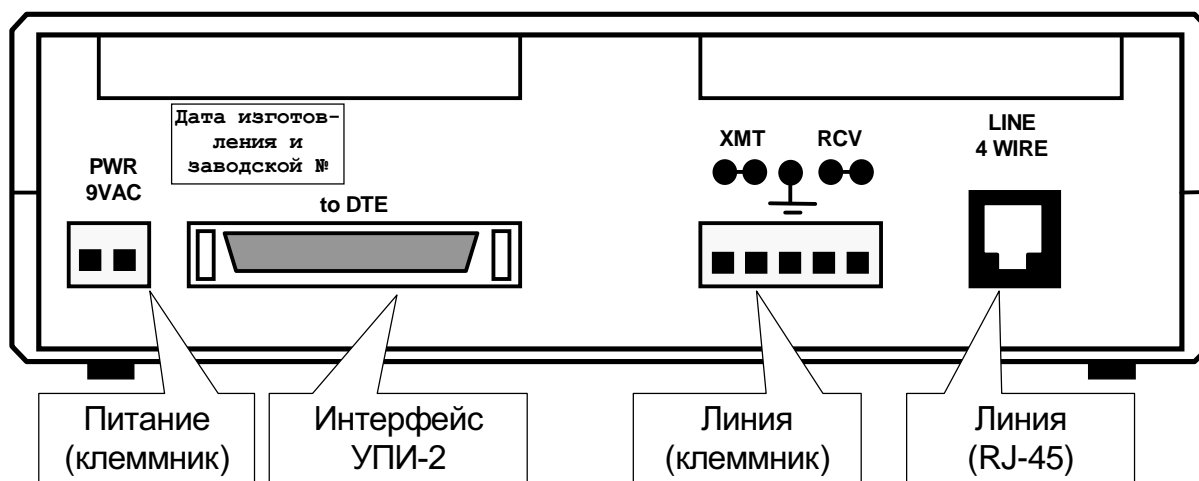

Рис. 4. Задняя стенка модема
На задней стенке модема расположены разъёмы для подключения интерфейсного кабеля УПИ-2, физической линии и питания (см.Рис. 4). Назначение контактов разъёма RJ-45 для подключения физической линии приведено на стр.29.
3. Подключить провода сетевого адаптера к клеммнику питания модема, расположенному на задней стенке модема, см.Рис. 4.